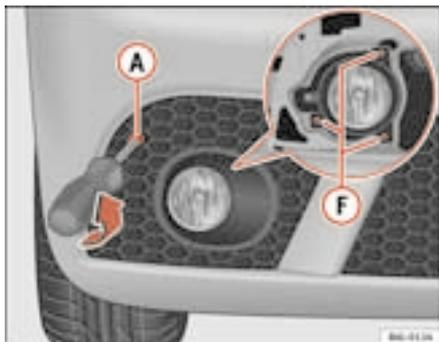

Fig. 153 Faróis de nevoeiro
- Desmonte os parafusos de fixação **F** ⇒ fig. 153 e uma vez solto, desligue a ficha.
- Desmonte a grade, retirando o parafuso **A** ⇒ fig. 153, retire cuidadosamente a grade pelo lado do oposto ao parafuso e liberte a tampa.